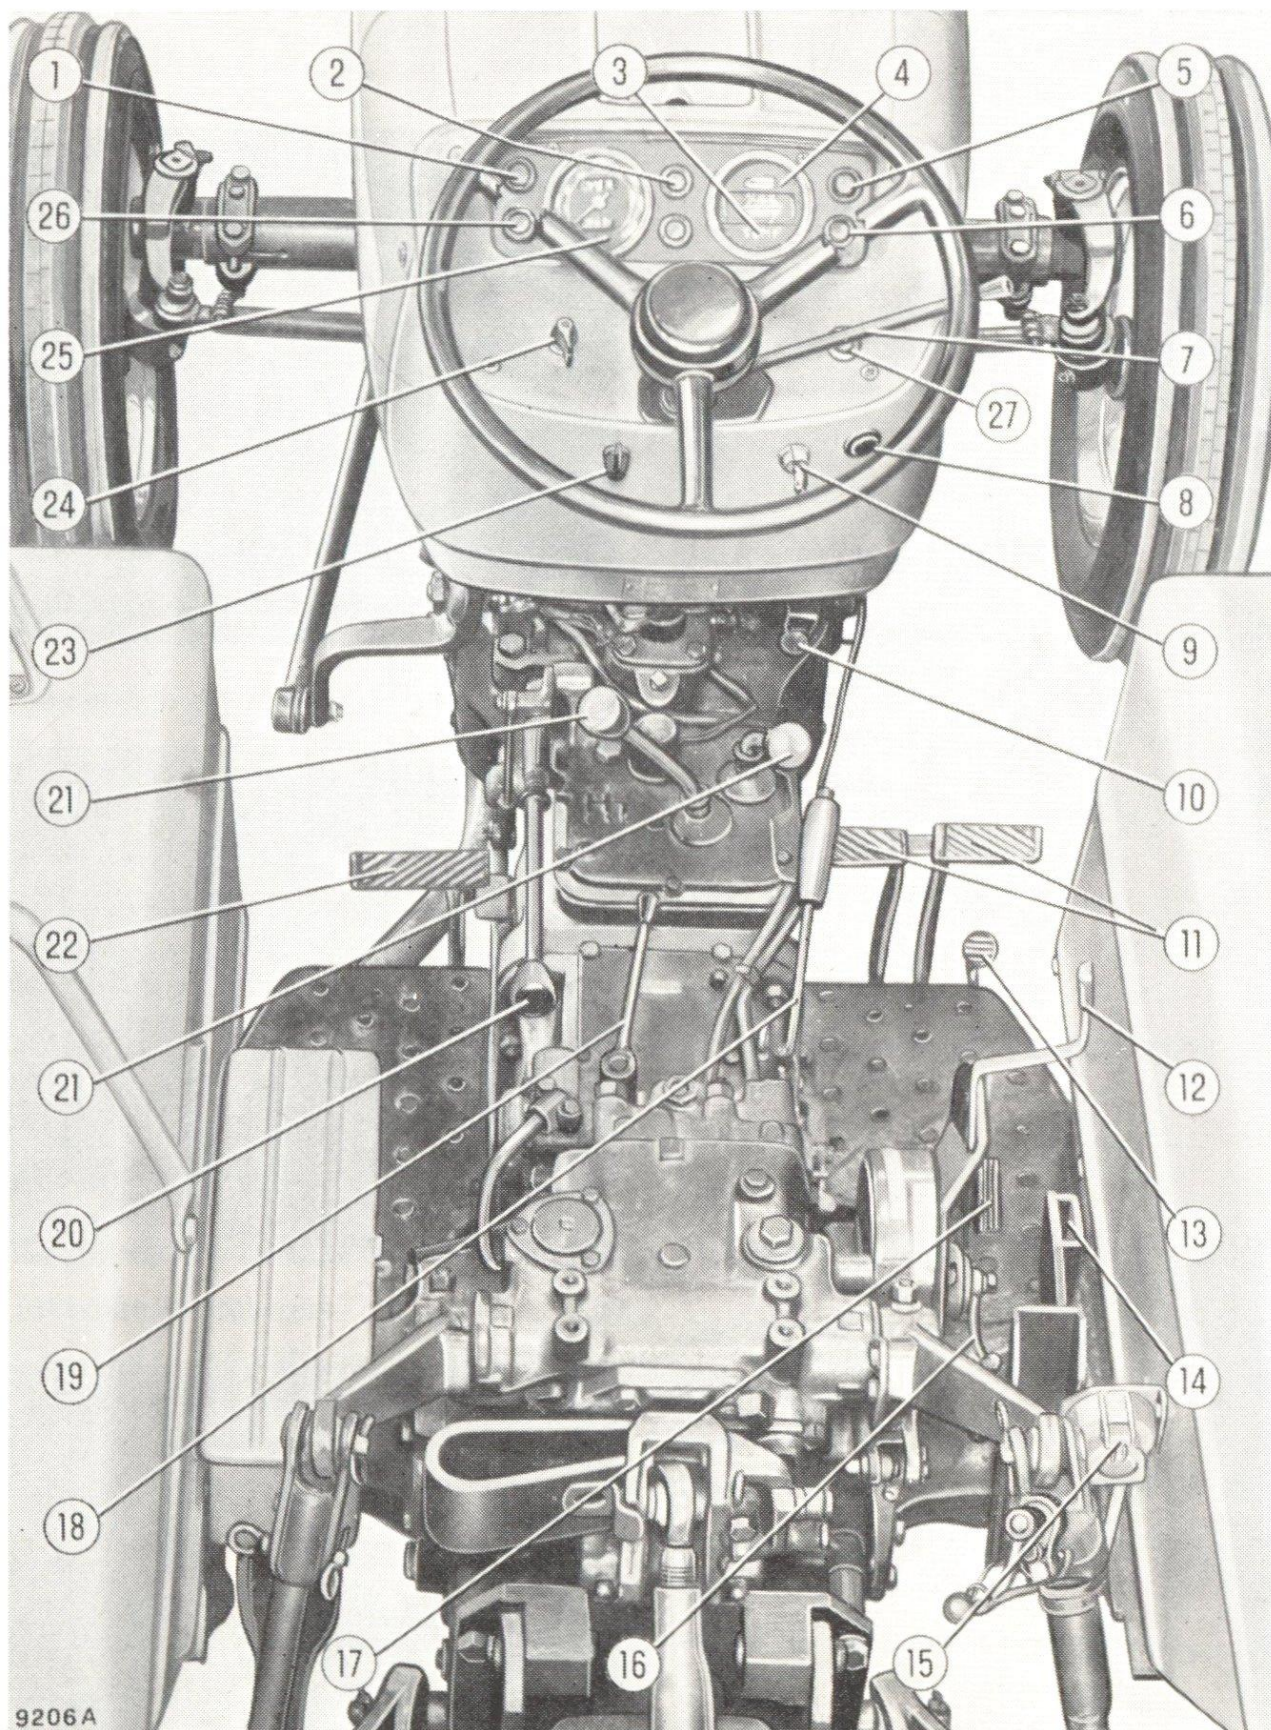
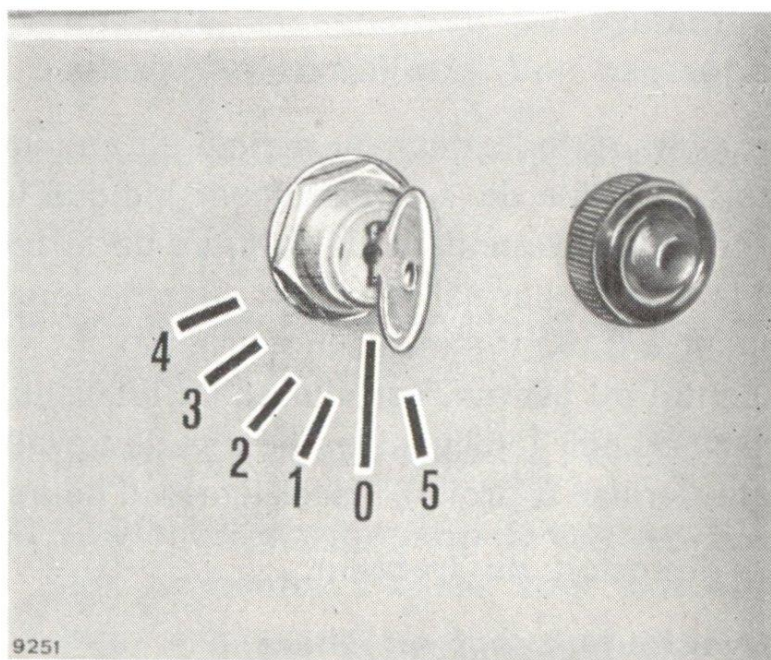

Fig. 4. - Commandes et appareils de contrôle.
Fig. 6. - Contacteur général de l'équipement électrique.
24. Commutateur de démarrage du moteur et de commande du thermostarter. Voir page 11. Le démarrage n'est possible qu'avec la clé du contacteur général **9** aux positions 1-2-3-4 (fig. 6).
4. Introduire la clé dans le contacteur général et la tourner dans la position **1** (fig. 6).
5. Pousser à fond la tirette **10** (fig. 4) et, en même temps, presser le bouton de démarrage **24** (fig. 4), ou tourner à fond la manette du commutateur de démarrage, en position **3** (fig. 7) si le tracteur est équipé du thermostarter. Lâcher le bouton et la tirette ou la manette de démarrage dès que le moteur démarre.
Nota - Ce commutateur ne fonctionne que si la clé de contact se trouve aux positions 1, 2, 3 ou 4 (fig. 6).
- Tourner alors davantage la manette jusqu'à la position **2** et pousser à fond la tirette **10** (fig. 4). Dès que le moteur démarre, lâcher la manette et la tirette.
ATTENTION - Laisser la clé de contact dans l'une des positions **1-2-3-4** (fig. 6) quand le moteur tourne, afin de permettre la recharge de la batterie et le fonctionnement de la jauge de combustible, du thermomètre d'eau du moteur et des lampes témoins du tableau de bord.
Mettre le moteur au ralenti et tirer à fond la tirette **10** (fig. 4). Dès que le moteur est arrêté, tourner la clé de contact (fig. 6) dans la position **0**, ou bien en position **5** si l'éclairage est nécessaire.